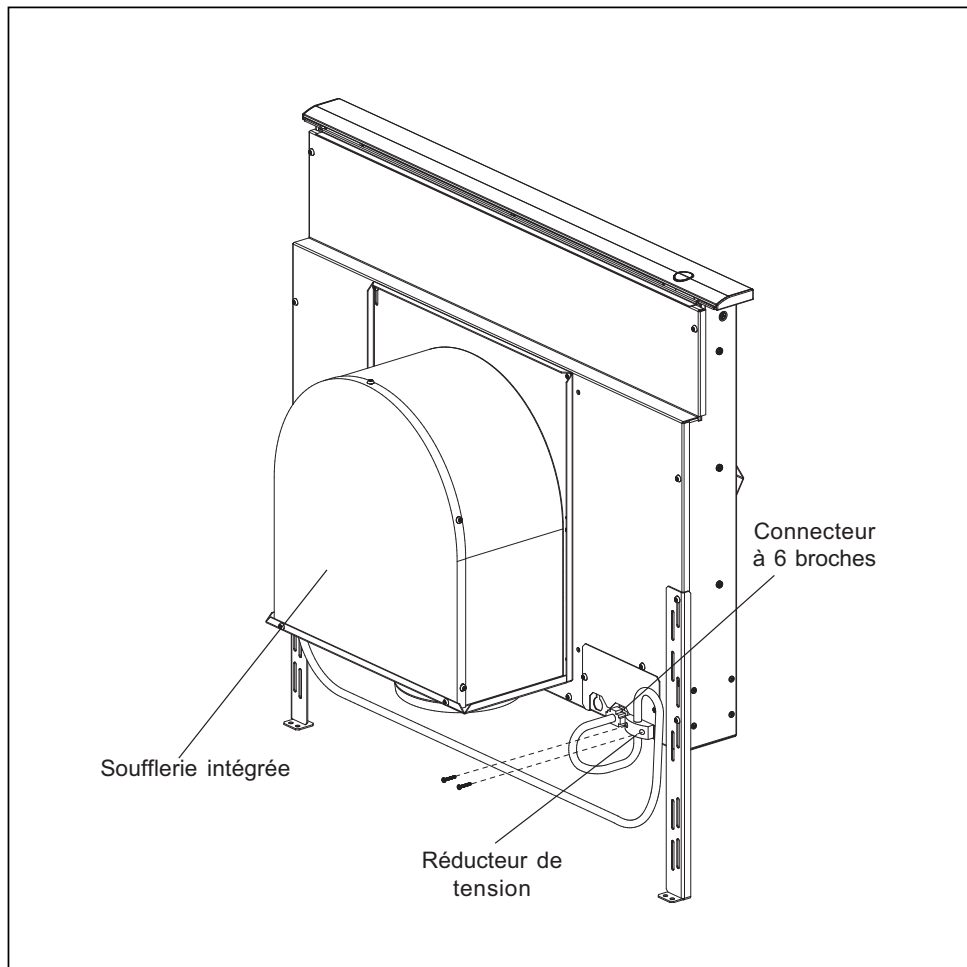

Fig. 10 – soufflerie intégrée
**Soufflerie intégrée** (voir figures 10 et 12 pour plus de détails):
- A. Retirer le couvercle de la boîte de jonction et brancher le conduit avec 5 vis depuis la soufflerie à distance. Brancher les fils selon le diagramme de câblage, figure 10. Remettre le couvercle de la boîte de jonction.